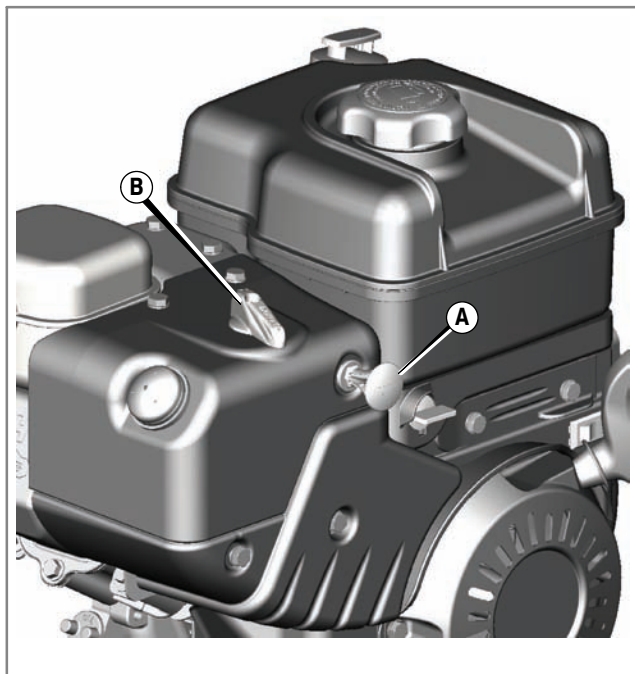
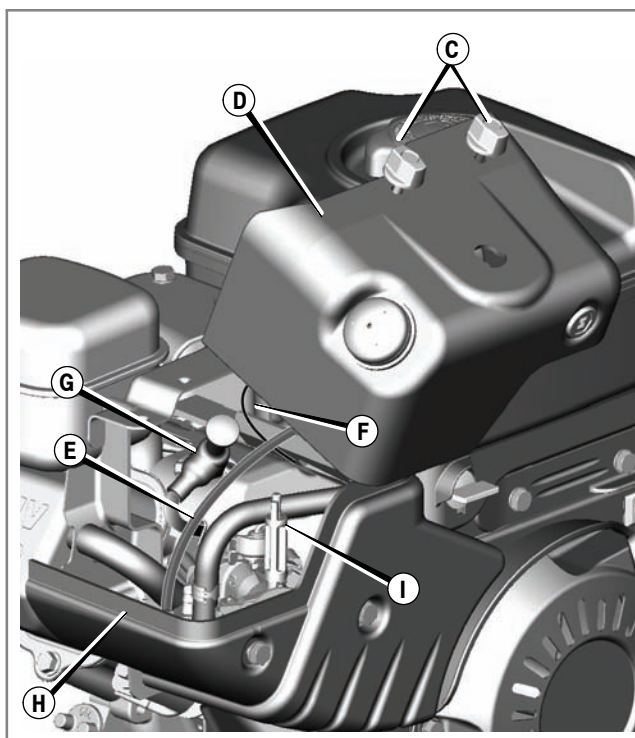

Abb. 12
Abb. 13
1. Den Sicherheitsschlüssel (A) herausziehen. Den Sicherheitsschlüssel für Kinder unzugänglich aufbewahren. Siehe Abb. 12.
2. Den Chokeknopf (B) fassen und nach oben abziehen.
3. Die Befestigungsschrauben (C, Abb. 13) entfernen.
4. Vorsichtig den oberen Teil der Schneeschleuderhaube (D) abnehmen. Nicht den Primer-Schlauch (E) oder das Stoppschalterkabel (F) lösen.
5. Die Zündkerze (G) ist jetzt erreichbar.
7. Den oberen Teil der Schneeschleuderhaube am unteren Teil (H) anbringen. Darauf achten, dass das Oberteil im Unterteil einrastet. Die Teile mit den Befestigungsschrauben sichern.
8. Die Schlitz im Chokeknopf auf die Ansätze (I) an der Chokewelle ausrichten und dann den Knopf herunterdrücken. Wenn der Knopf nicht richtig angebracht wird, funktioniert der Choke nicht.